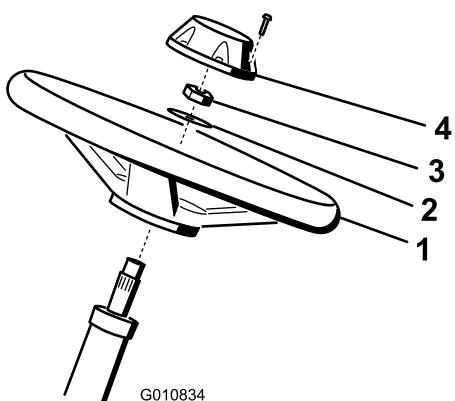

Рисунок 4
2. Наденьте шайбу на рулевой вал (Рисунок 4).
3. Закрепите рулевое колесо на валу контргайкой и затяните ее с моментом 27–35 Н·м (Рисунок 4).
4. Установите крышку на рулевом колесе и закрепите ее 6 болтами (Рисунок 4).